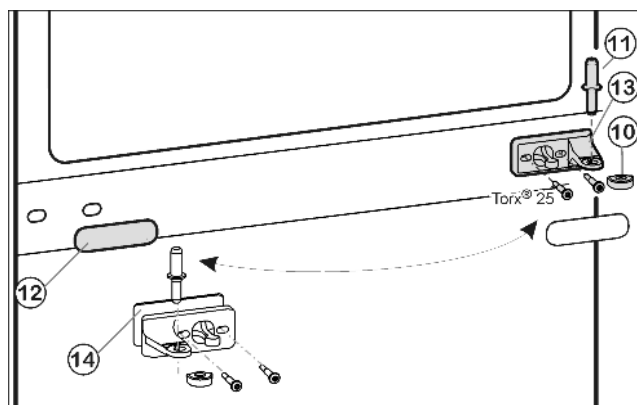
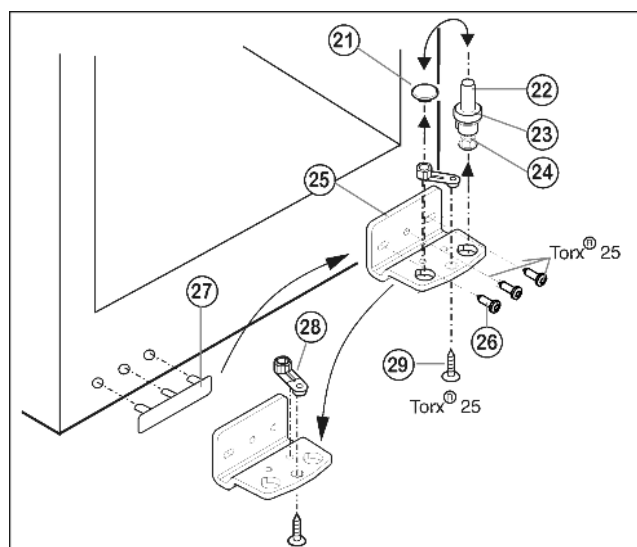

Fig. 5
Fig. 6
- ▶ Витягніть середній опорний гвинт Fig. 5 (11) з опорного кронштейна та нижніх дверцят.
- ▶ Зніміть пластмасовий ковпачок Fig. 5 (10).
- ▶ Викрутіть Fig. 5 (13) опорний кронштейн посередині (2 шт. Torx® 25).
- ▶ Обережно зніміть покриття Fig. 5 (12).
- ▶ Прикрутіть Fig. 5 (13) середній опорний кронштейн із підкладкою Fig. 5 (14), на новий бік шарніра, повернувши на 180° (з моментом 4 Нм).
- ▶ Зафіксуйте покриття Fig. 5 (12) на новому боці розташування ручок, повернувши на 180°.
- ▶ Зніміть, потягнувши догори, опорний гвинт Fig. 6 (22) у комплекті, разом з шайбою Fig. 6 (23) та установочною ніжкою Fig. 6 (24).
- ▶ Зніміть Fig. 6 (21) пробку.
- ▶ Відгвинтіть Fig. 6 (26) опорний кронштейн Fig. 6 (25).
- ▶ Відкрутіть Fig. 6 (29) опорну деталь Fig. 6 (28) і вставте в протилежний отвір опорного кронштейну, знову пригвинтіть.
- ▶ Обережно зніміть кришку з боку ручки Fig. 6 (27) і переставте на протилежний бік.
- ▶ Пригвинтіть опорний кронштейн Fig. 6 (25) на новий бік шарніра (з моментом 4 Нм). За потреби використовуйте викрутку з акумулятором.
- ▶ Знову вставте пробку Fig. 6 (21) в отвір, що залишився вільним.
- ▶ Встановіть на місце опорний гвинт Fig. 6 (22) у комплекті, разом з шайбою та установочною ніжкою. При цьому виступ фіксатора повинен бути спрямований назад.
- ▶ Встановіть дверцята згори на нижній опорний гвинт Fig. 6 (22).
- ▶ Знову встановіть пластмасовий ковпачок Fig. 5 (10) на середній кронштейн Fig. 5 (13).
- ▶ Встановіть середній опорний гвинт Fig. 5 (11) на новий бік шарніра за допомогою середнього опорного кронштейна Fig. 5 (13) в нижні дверцята.
- ▶ Встановіть верхні дверцята на середній опорний гвинт Fig. 5 (11).
- ▶ У разі необхідності за допомогою двох довгастих отворів на опорному кронштейні знизу Fig. 6 (25) та середньому опорному кронштейні Fig. 5 (13) встановіть дверцята на одній осі з корпусом. Для цього викрутіть середній гвинт на нижньому опорному кронштейні Fig. 6 (25).